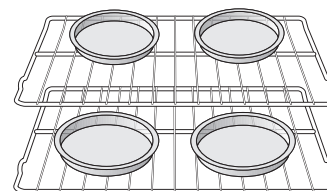

Figure 17: Espacement des plats pour des résultats optimaux
- Si vous placez plusieurs plats dans le four, disposez-les de manière à laisser un espace de 5 à 10 cm (2 à 4 po) entre les plats pour permettre une bonne circulation d'air. (Figure 17).